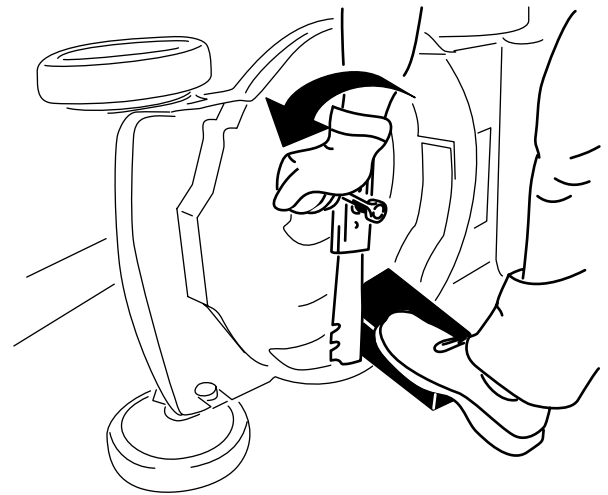

Figura 27
- Utilice un bloque de madera para inmovilizar la cuchilla (Figura 27).
- Retire la cuchilla, conservando todos los herrajes de montaje (Figura 27).